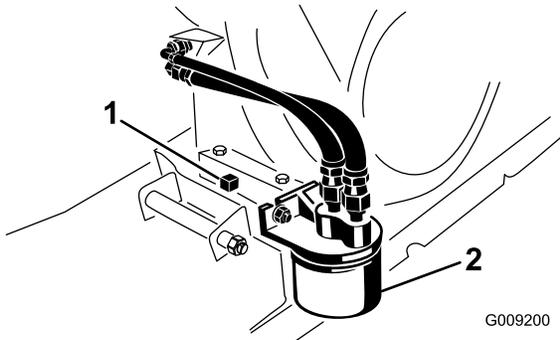

Bild 43
5. Stellen Sie eine Auffangwanne mit einem Fassungsvermögen von 1,8 l unter die Ablassschraube (Bild 43).
6. Entfernen Sie die Ablassschraube und Dichtung(Bild 43).
2. Entfernen Sie den vorhandenen Ölfilter (Bild 43).
- Schrauben Sie den neuen Filter auf den Filteradapter, bis die Dichtung die Befestigungsplatte berührt; ziehen Sie den Filter dann um eine weitere 1/2 bis 3/4 Umdrehung an (Bild 43).